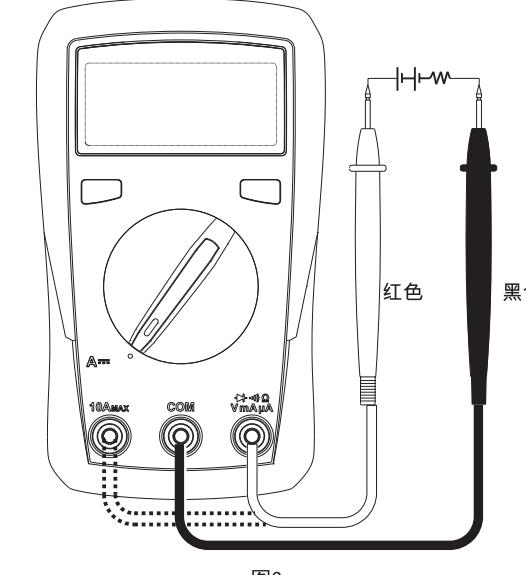

图3
6. 直流电流测量(见图3)
7. 交流电流测量(仅适用于UT33A+，见图3)